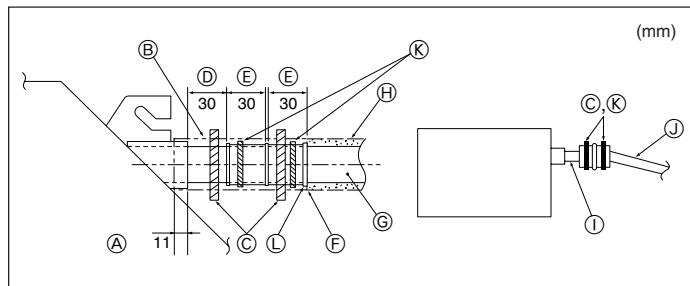

Fig. 3-5
- (C) Isolant (9 mm ou plus)
- (D) Pente descendante (1/100 ou plus)
- (E) Support métallique
- (F) Soufflerie d'air
- (G) Soulevé
- (H) Trappe à odeurs
- (I) Prévoir un orifice suffisamment grand pour la mise en place groupée des tuyaux.
- (J) Pente descendante (1/100 ou plus)
- (K) Tube en PVC, D.E. ø38 pour la mis en place groupée des tuyaux. (isolant de 9 mm ou plus)
- (L) Jusqu'à 500 mm
1. Raccorder la prise d'écoulement (fourni avec l'appareil) au port de drainage. (Fig. 3-5)